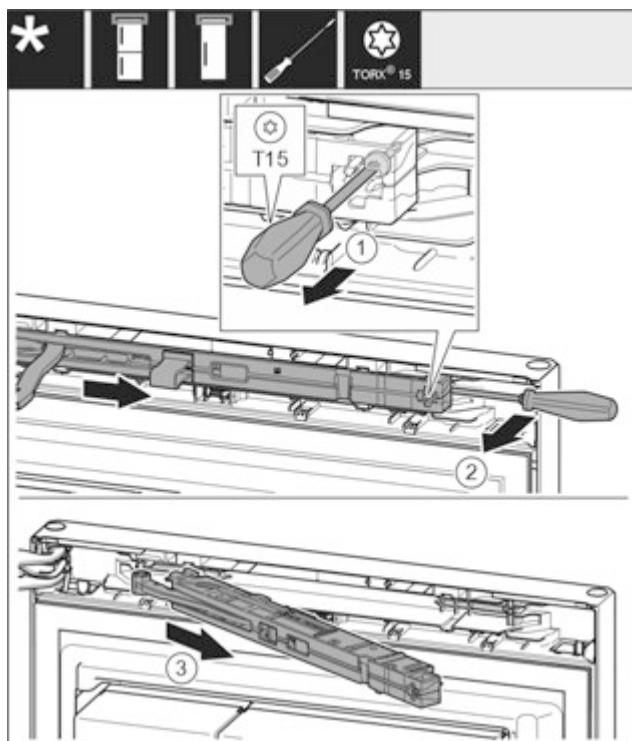

Fig. 8
- ▶ За допомогою викрутки Т15 ослабте гвинт на демпферному вузлі приблизно на 14 мм. Fig. 8 (1)
- ▶ Переміщаючи викрутку з боку ручки за демпферний вузол, поверніть вузол уперед. Fig. 8 (2)
- ▶ Витягніть демпферний вузол. Fig. 8 (3)